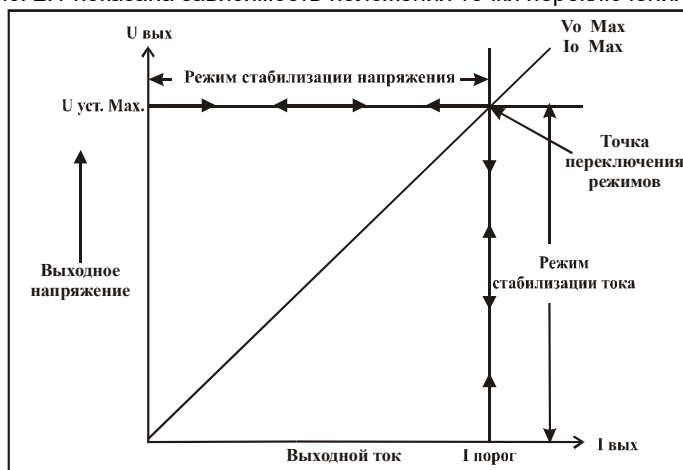

Рис. 2.1. Процесс переключения режимов стабилизации CV и CC
Рабочая характеристика источника питания данной серии называется ВАХ с автоматическим переключением режимов. Это означает, что при изменении сопротивления нагрузки автоматически происходит переключение из режима стабилизации напряжения (CV) в режим стабилизации тока (CC) и наоборот. Точка пересечения значений установленного предела по току ($I_{\text{пор.}}$) и максимального значения выходного напряжения ($U_{\text{уст. max}}$) называется точкой переключения режимов. На рис. 2.1 показана зависимость положения точки переключения от величины тока нагрузки.